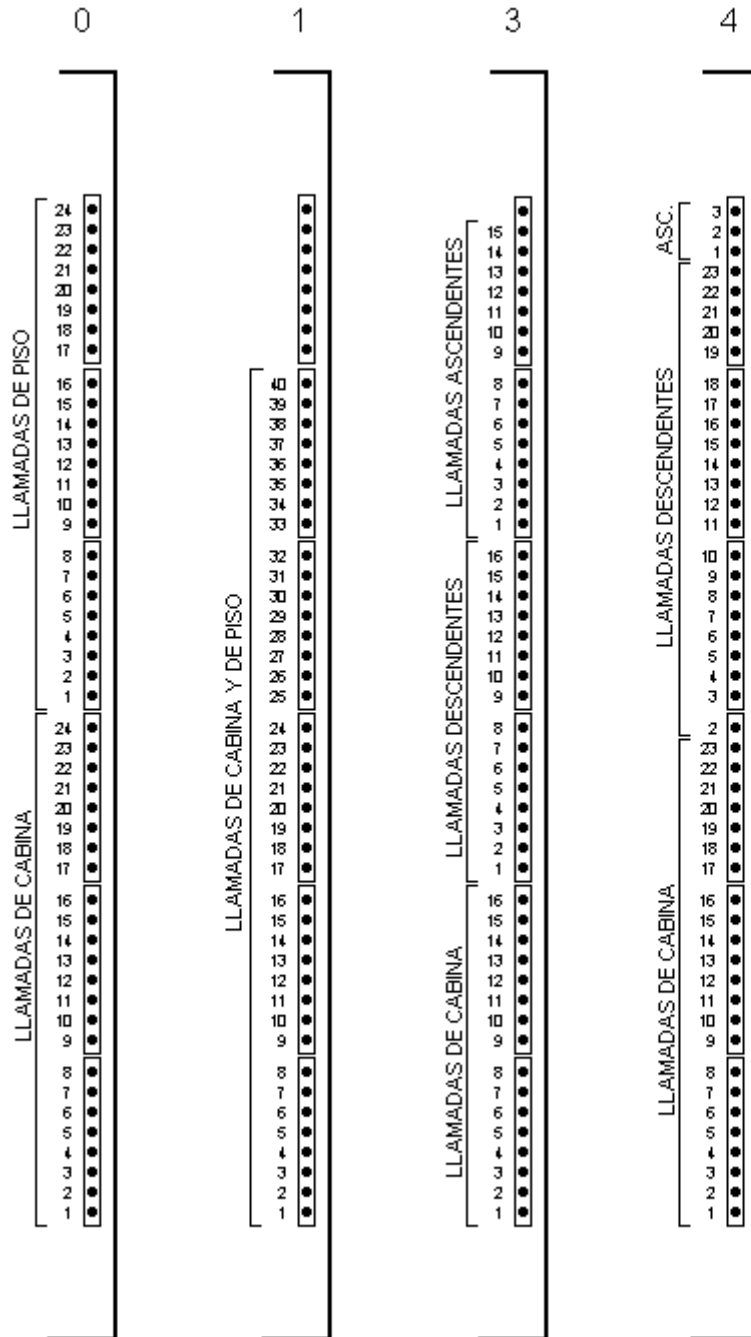
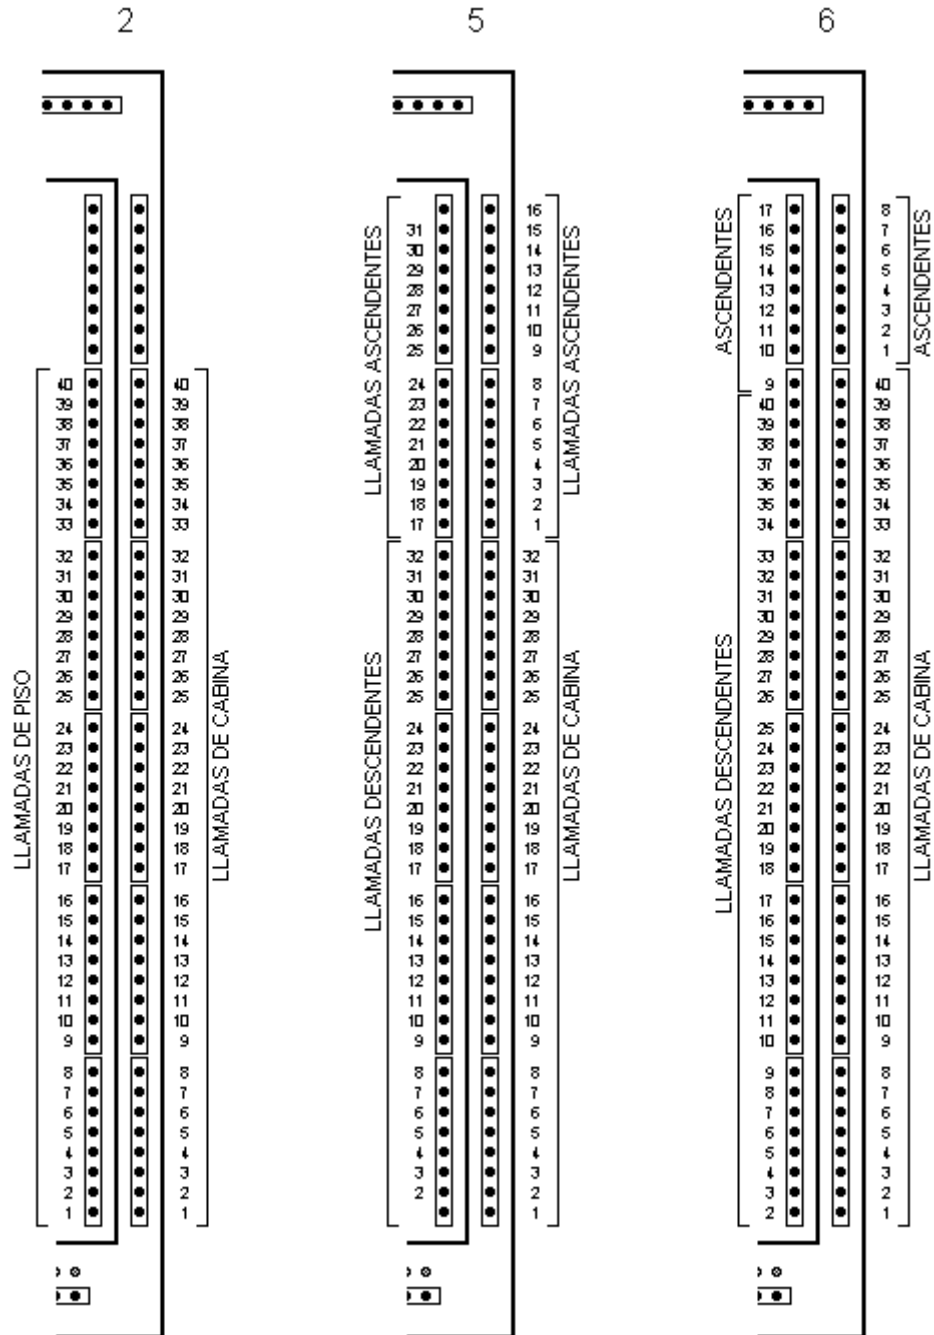

Figura 44
Figura 45
- Configuración de terminales de llamadas (Tabla 2). La Figura 44 muestra las configuraciones que no requieren expansión EXP51. La Figura 45 muestra las configuraciones que requieren expansión EXP51.